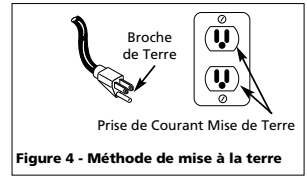

Figure 4 - Méthode de mise à la terre
1. Ce produit est conçu pour l'utilisation d'un circuit de 120 volts et a une fiche de mise à la terre comme celle indiquée sur la Fig. 4. S'assurer que le modèle soit branché à une prise de courant qui a la même configuration que la fiche. Ce